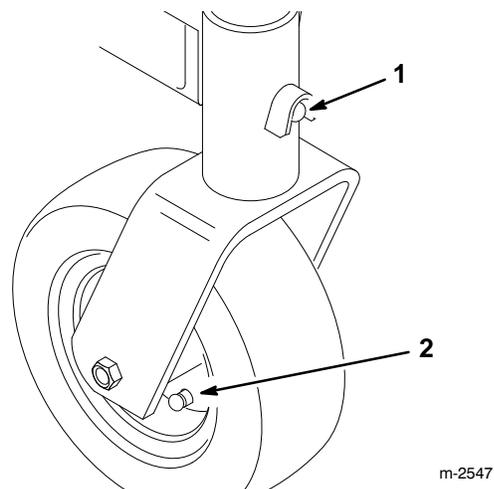

Figure 19
4. Graisser les graisseurs des fourreaux du châssis porteur et des roues pivotantes (Fig. 19).